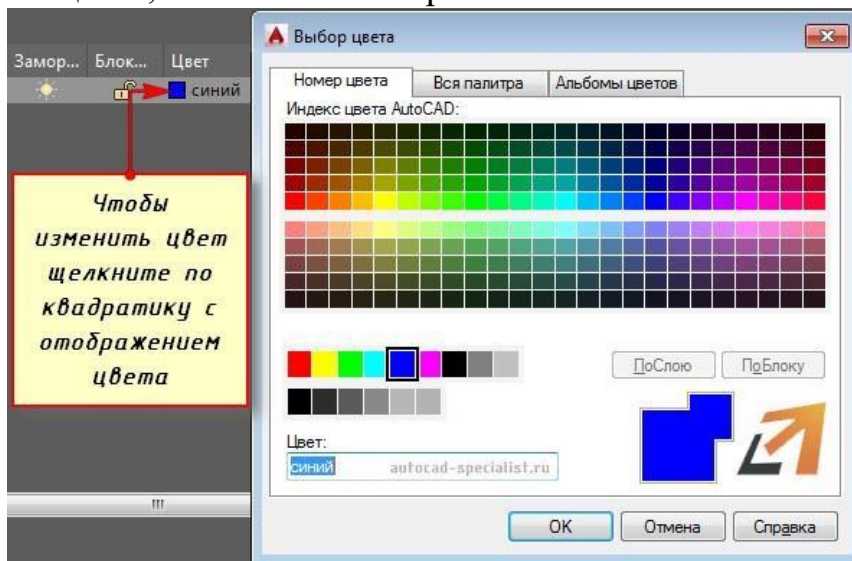

Рис. 3 - Как поменять цвет слоя в Автокаде.
1) Один из самых часто задаваемых вопросов "Как изменить цвет слоя в Автокаде?" Сделать это достаточно просто: нужно нажать на квадратик, визуально отвечающий за цвет слоя, после чего откроется палитра для выбора нужного цвета, как показано на рис. 3.